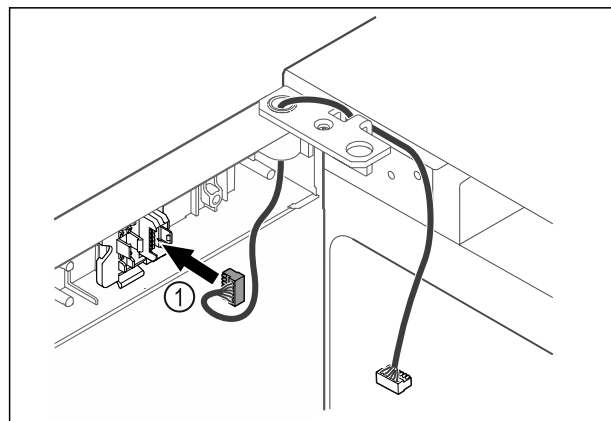

Fig. 39
- Inserire il connettore Fig. 39 (1) nel porta-connettore.